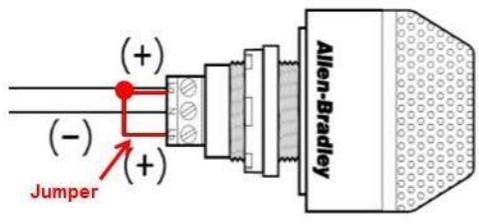

Figura 9-14 Cableado del puente RSL
- C.** cableadas para operar con luz continua, colocando un puente entre las terminales “La” y “Lb” en la luz, conforme a la Figura 9-14.